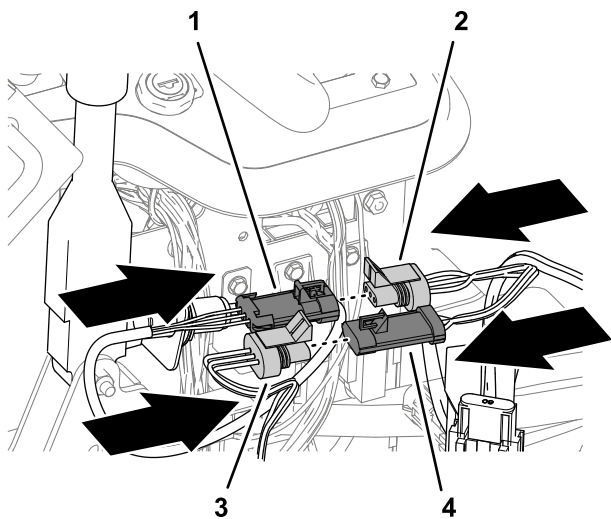

Рисунок 15
3. Подсоедините 3-штыревой разъем жгута проводов машины к 3-гнездовому разъему жгута проводов питания (Рисунок 15).